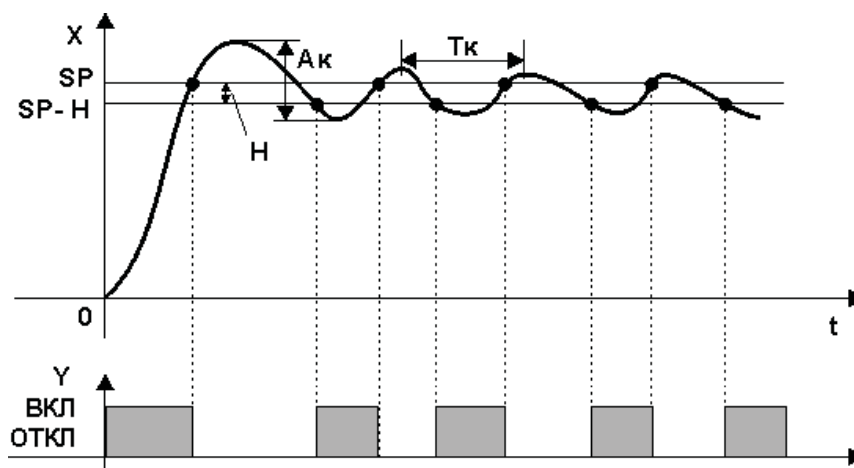

Рис. 2.4. Процесс регулирования с двухпозиционным законом (обратный регулятор)
**Процесс двухпозиционного регулирования** является автоколебательным – регулируемая величина как в переходном, так и в установившемся режиме периодически изменяется относительно заданного значения (рис. 2.4), т.е. регулируемая величина  $X$  подвержена незатухающим колебаниям.